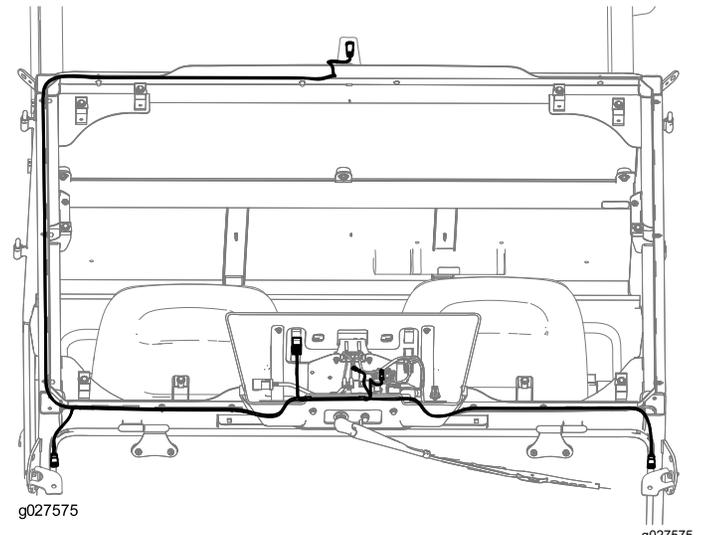

Figure 9
1. Installez le faisceau comme montré à la Figure 9.